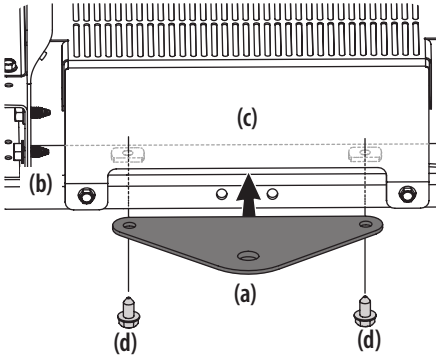

Figure 14
1. Faites glisser la plaque d'attelage (a) entre le châssis (b) et le couvercle arrière (c) de votre appareil. Voir Figure 14.
2. Lorsque les trous de la plaque d'attelage (a) et du châssis (b) sont alignés, insérez les deux boulons hexagonaux (d) dans le châssis (b) et dans la plaque d'attelage (a). Voir Figure 14.